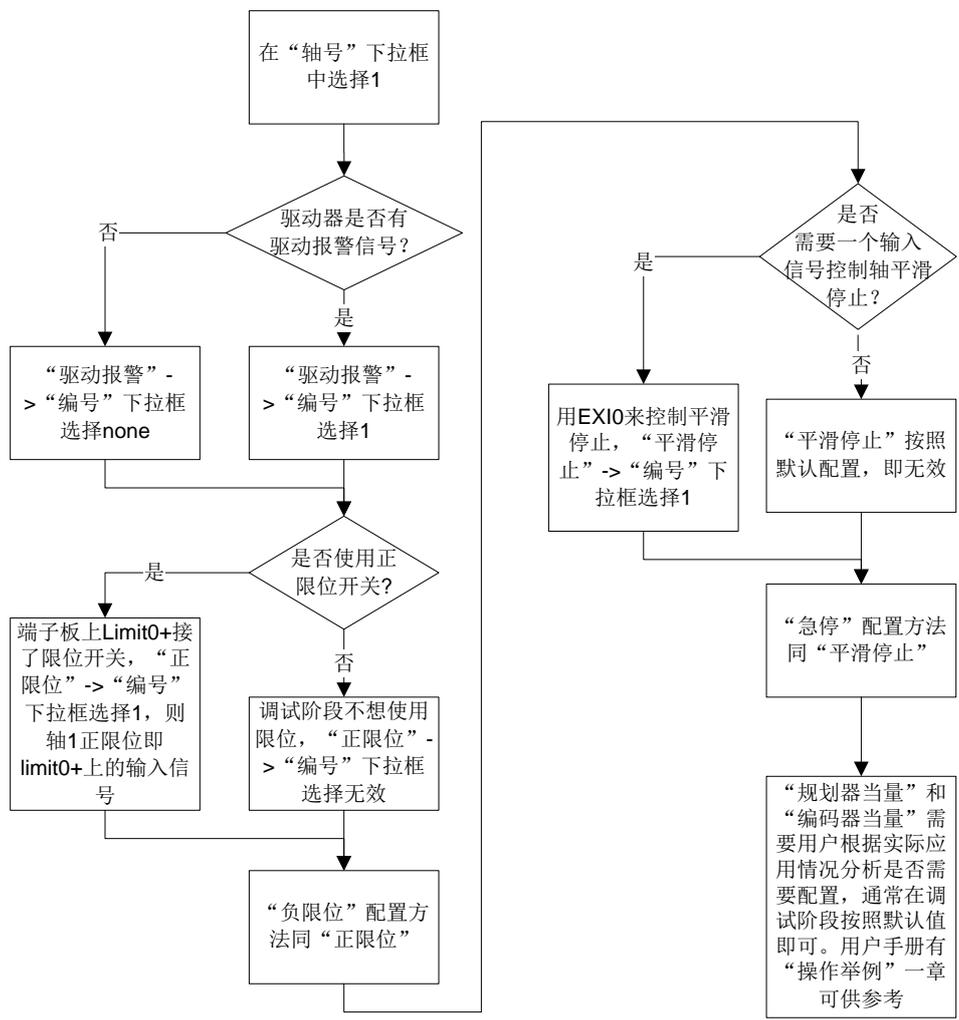

图 4-18 开环模式下 axis 配置流程
- (1) 打开 MCT2008 软件, 点击'工具'->'控制器配置'->'axis'页, 开环模式下的 axis 配置流程如图 4-18 所示。